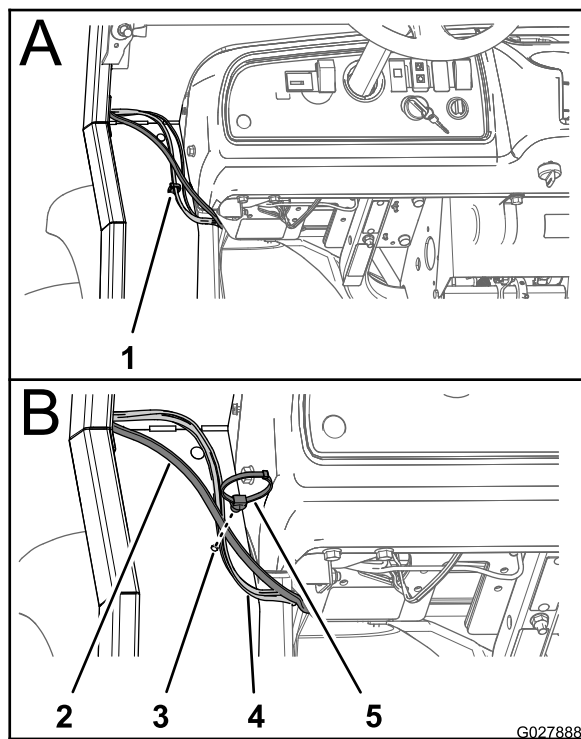

Figure 49
4. Retirez le clip qui fixe le faisceau au panneau inférieur avant de la cabine, du côté conducteur (Figure 49).
5. Insérez une fixation enfichable à l'emplacement occupé auparavant par le clip du faisceau que vous avez retiré à l'opération 4 (Figure 49).
6. Attachez le faisceau de cabine, le faisceau de pompe de lave-glace et le flexible avec la partie attache-câble de la fixation enfichable (Figure 49).